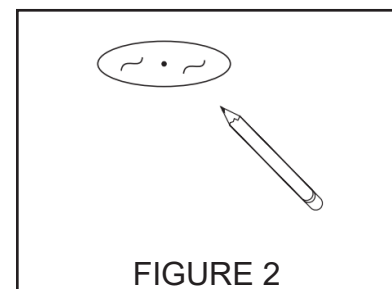

FIGURE 2
Étape 1. Localiser le centre de l'ouverture de plafond envisagée et utiliser le gabarit pour marquer et percer avec précision une ouverture de 4-3/8 po (pour les boîtiers de 4 po), 5-1/2 po (pour les boîtiers de 5 po) ou 6-3/4 po (pour les boîtiers de 6 po). (Fig. 2).